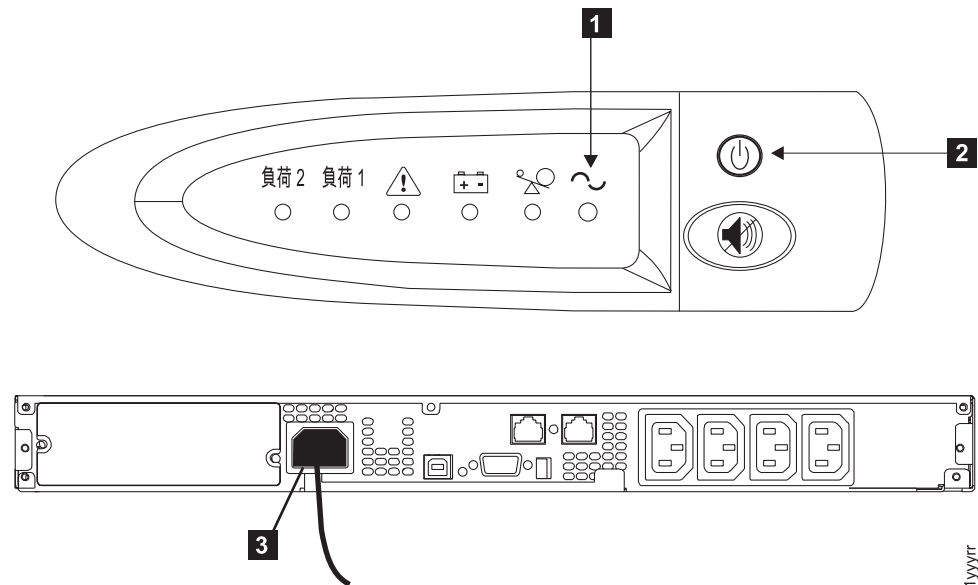

図 319. 2145 UPS-1U のフロント・パネルと背面パネル
2. オン/オフ・ボタン **2** を、電源ライト **1** が消えるまで (約 5 秒間) 押し続けます。2145 UPS-1Uの一部のバージョンでは、オン/オフ・ボタンを押すために、ねじ回しのような先の尖った道具が必要な場合があります。2145 UPS-1U は待機モードになり、すべてのインディケータがオフになります。図 319 は、2145 UPS-1U の前面図と背面図を示しています。